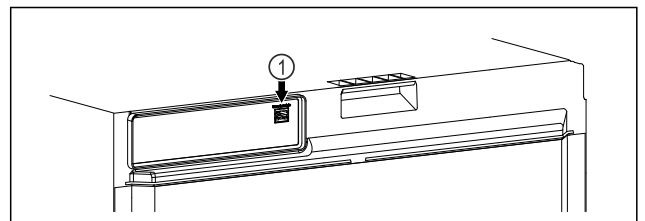

Fig. 109
- Założono SmartModule Fig. 109 (1).